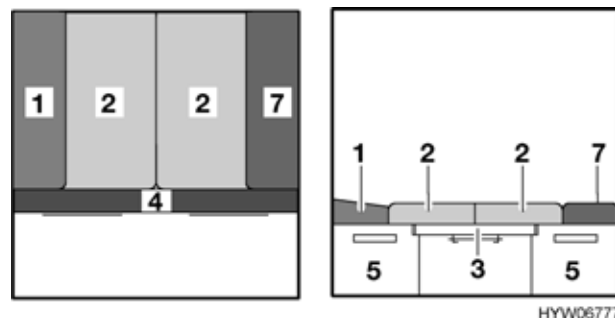

Bild 80 Nach dem Umbau
- Die beiden Sitzpolster (Bild 80,2) in die Mitte legen.
- Das linke Rückenpolster (Bild 80,1) zwischen das Sitzpolster und die Wand schieben.
- Das Zusatzpolster (Bild 80,7) zwischen das Sitzpolster und die Wand schieben.
- Das Zusatzpolster (Bild 80,4) auf die Bettkasten-Verlängerung auflegen.